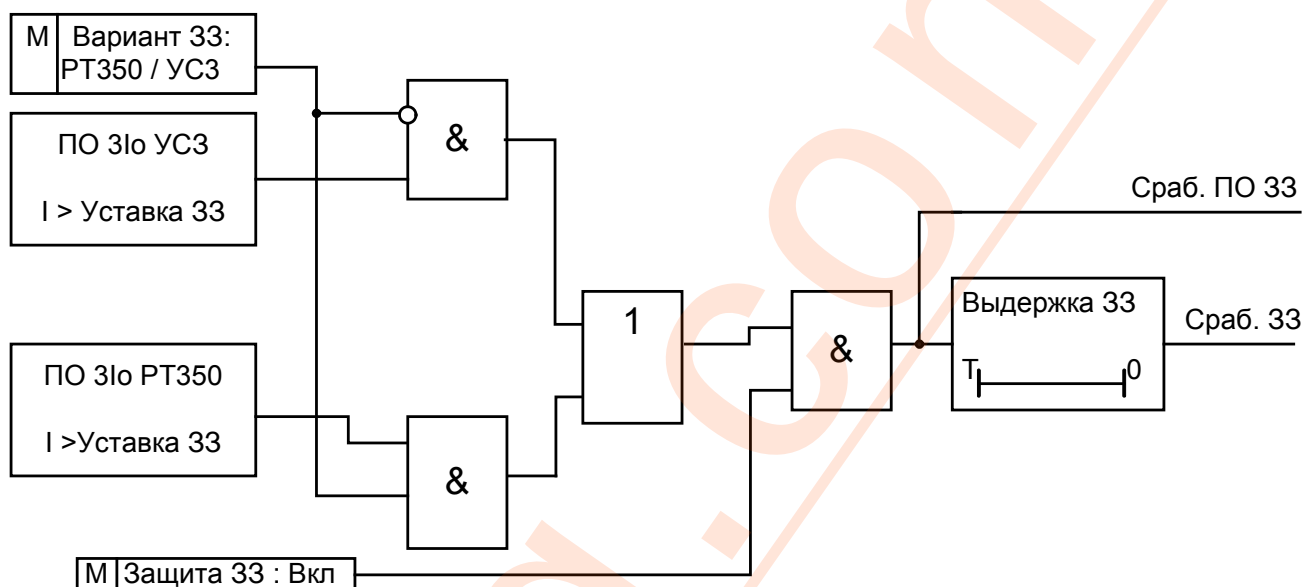

Рис. 14 Функциональная схема блока защиты от замыканий на землю
2.5.4 На рис.14 приведена схема защиты от замыканий на землю.